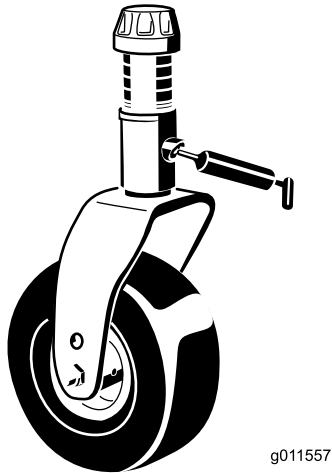

Bild 18
- Laufradgabel-Büchsen (2) (Bild 18)